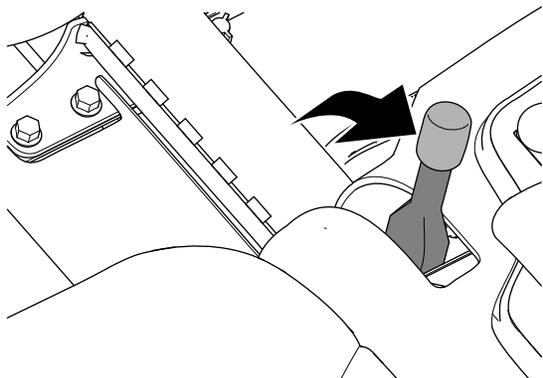

Рисунок 32
2. Включите стояночный тормоз (Рисунок 32).